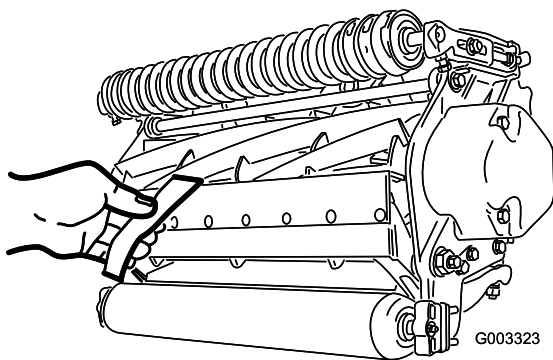

図 12
10. 切れ味確認用のペーパー トロのパーツ番号 125-5610 を一枚、リールと下刃との間に、下刃に対して直角になるように差し入れて、カッティングユニットの切れ味をテストする 図 12。ゆっくりとリールを回転させるこれで紙が切れれば合格である。